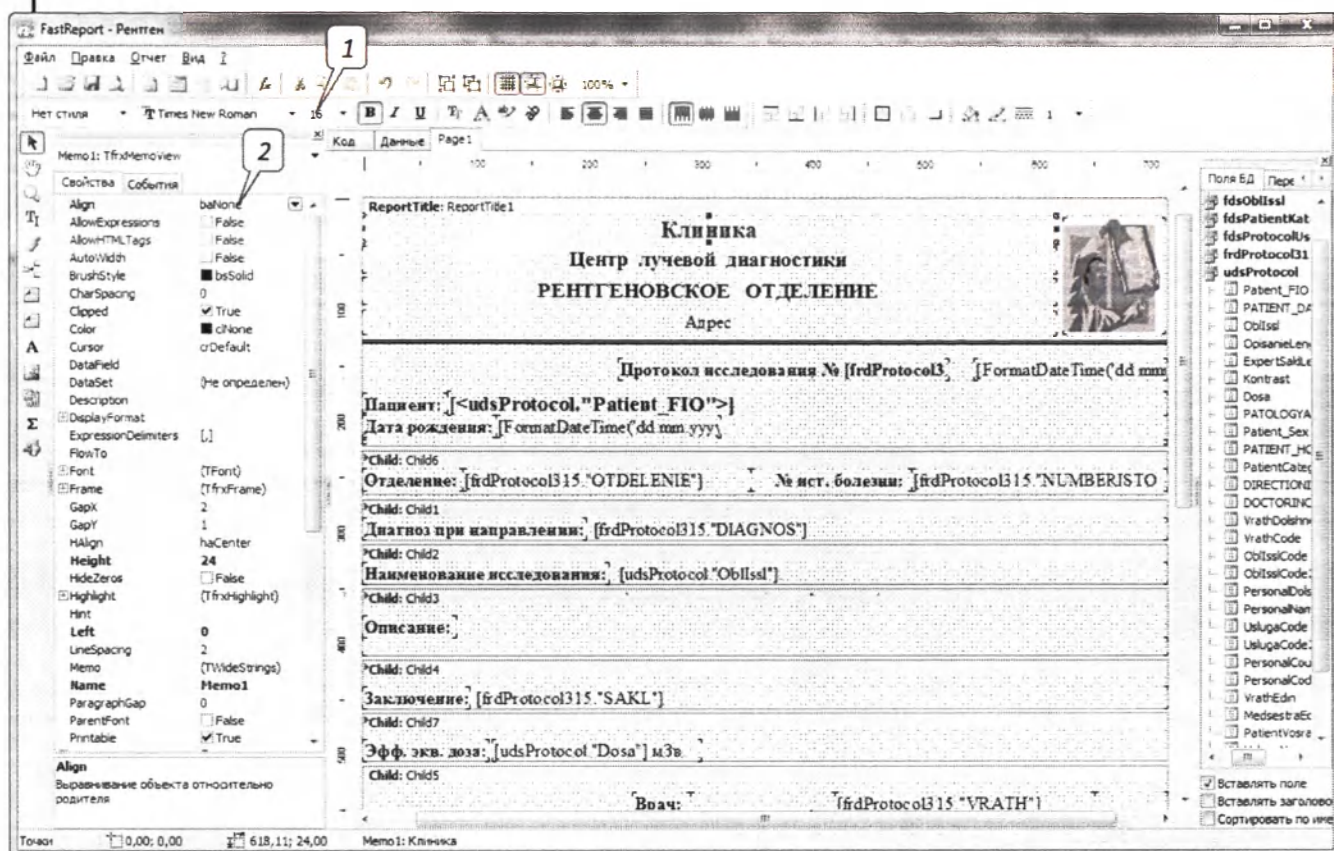

Рис. 4.48. Окно «FastReport» с редактором шаблона печати протокола.
- В таблице со списком АРМ выбрать нужную строку и кликнуть левой кнопкой мыши по слову «заполнен» в колонке «Отчёт протокола». Справа появится кнопка (сноска 1, рис. 4.47), при нажатии на которую появится окно редактора «FastReport» с загруженным шаблоном печати протокола исследования (рис. 4.48).
- Выравнивание, перемещение полей, изменение их размеров осуществляется с помощью мыши. При этом нужно иметь в виду, что возможно автоматическое выравнивание полей при установке на панели «Свойства» значения «Align», отличного от «baNone» (сноска 2, рис. 4.48).
- Изменение шрифта выбранного поля осуществляется с помощью соответствующих компонентов на верхней панели (сноска 1, рис. 4.48).
- Для оперативного просмотра внешнего вида протокола исследования перед печатью, нужно нажать кнопку «Предварительный просмотр» (сноска 3, рис. 4.48). При этом окно «Справочник АСУ» должно быть открыто из протокола исследования (сноска 9, рис. 4.10), заполненного необходимой информацией.